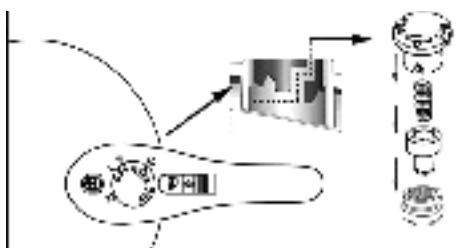

Fig.13
Специальный демонтаж осуществляется следующим образом: (рис.13)
- переключите рабочий клапан в положение «», извлеките его, разберите детали в порядке, показанном на рис.13, затем очистите их;
Клапан рабочего давления: извлеките клапан давления вручную и очистите его (см. Рис.13)